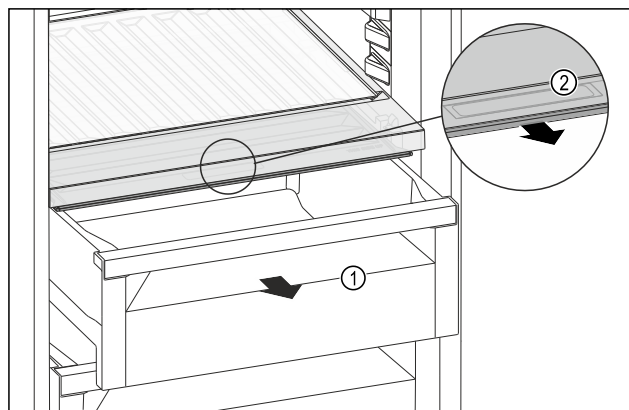

Fig. 186
- ▶ Zásuvku *Fig. 186 (1)* vytáhněte.
- ▶ Uchopte prohlubeň pro rukojeť *Fig. 186 (2)* na víku zásuvky a současně zatáhněte za víko zásuvky směrem dopředu.